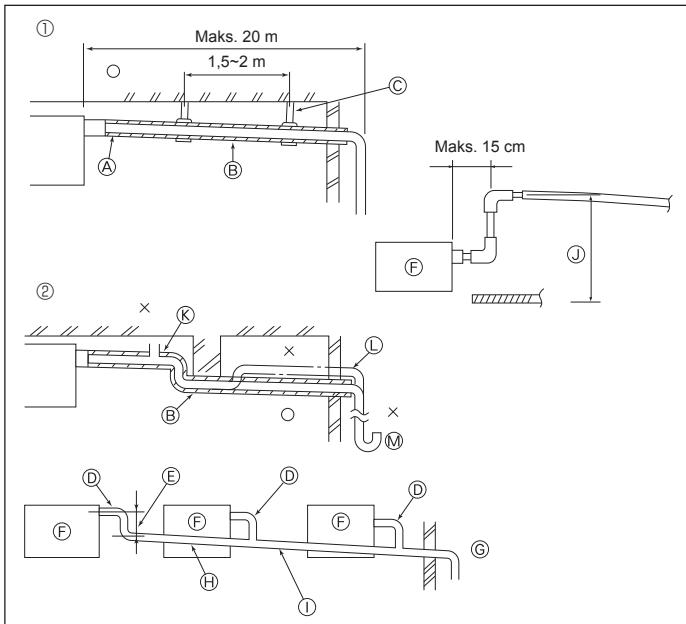

Fig. 3-1
3.1. Drenaj tesisatı işleri (Fig. 3-1)
① Doğru borusu tesisatı
② Yanlış borusu tesisatı
③ Izolasyon (9 mm veya daha fazla)
④ Aşağıya doğru meyil (1/100 veya daha fazla)
⑤ Metal destek
⑥ Hava boşaltma musluğu